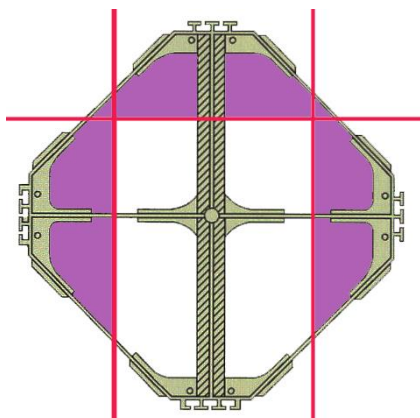

FIGURE 5 : DECOUPE DE L'ELEMENT ECOGREEN® (GEORASTER)
- Découper l'élément en rive latérale sans dépasser la moitié de la largeur de l'alvéole (voir Figure 5), l'autre côté devant être solidaire de l'élément ECOGREEN®(GEORASTER)® voisin.